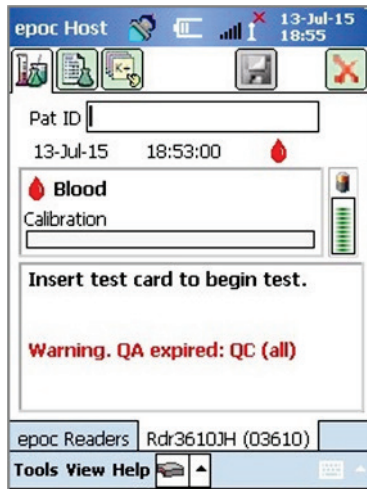

Figure 56
- Lorsque le programme arrive à expiration, un avertissement s'affiche (Figure 56).